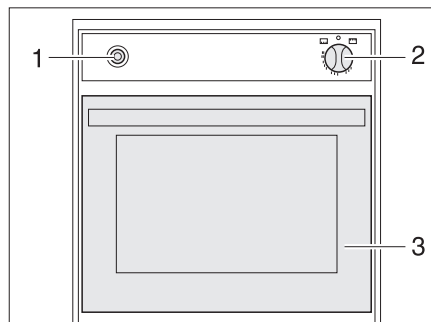

Fig. 226 Four à gaz (Spinflo)
- Ouvrir entièrement le portillon du four (Fig. 226,3).
- Enfoncer légèrement le bouton tournant (Fig. 226,2) et le placer sur "four" ou "GRILL" (grill).
- Enfoncer le bouton tournant (Fig. 226,2) et le maintenir enfoncé pendant 5 à 10 secondes. Le gaz s'écoule vers le brûleur.
- Appuyer plusieurs fois sur l'interrupteur d'allumage (Fig. 226,1) jusqu'à ce que la flamme se consume.
- Tourner le bouton tournant (Fig. 226,2) sur "0". La flamme s'éteint.